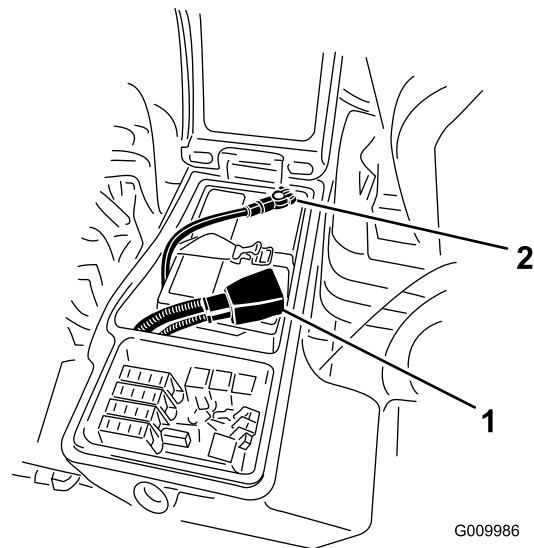

Figura 37
5. Conecte el cable positivo (rojo) al borne positivo (+) y el cable negativo (negro) al borne negativo (-) de la batería (Figura 37).